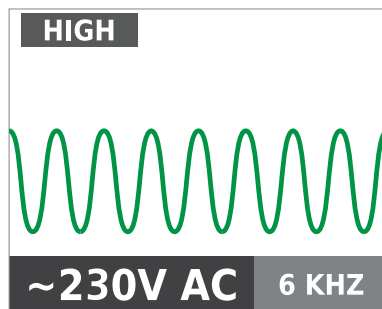

Figura 3.1b
3. Selecione o modo de sinal ALTO para a maioria das aplicações. O visor será apresentado tal como na Figura 3.1b.